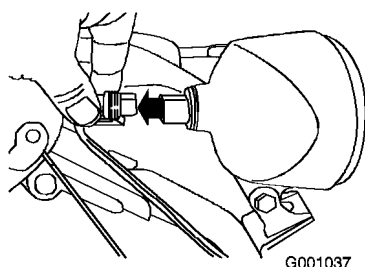

Figure 57
1. Débranchez le connecteur du fil au dos du phare (Figure 57).